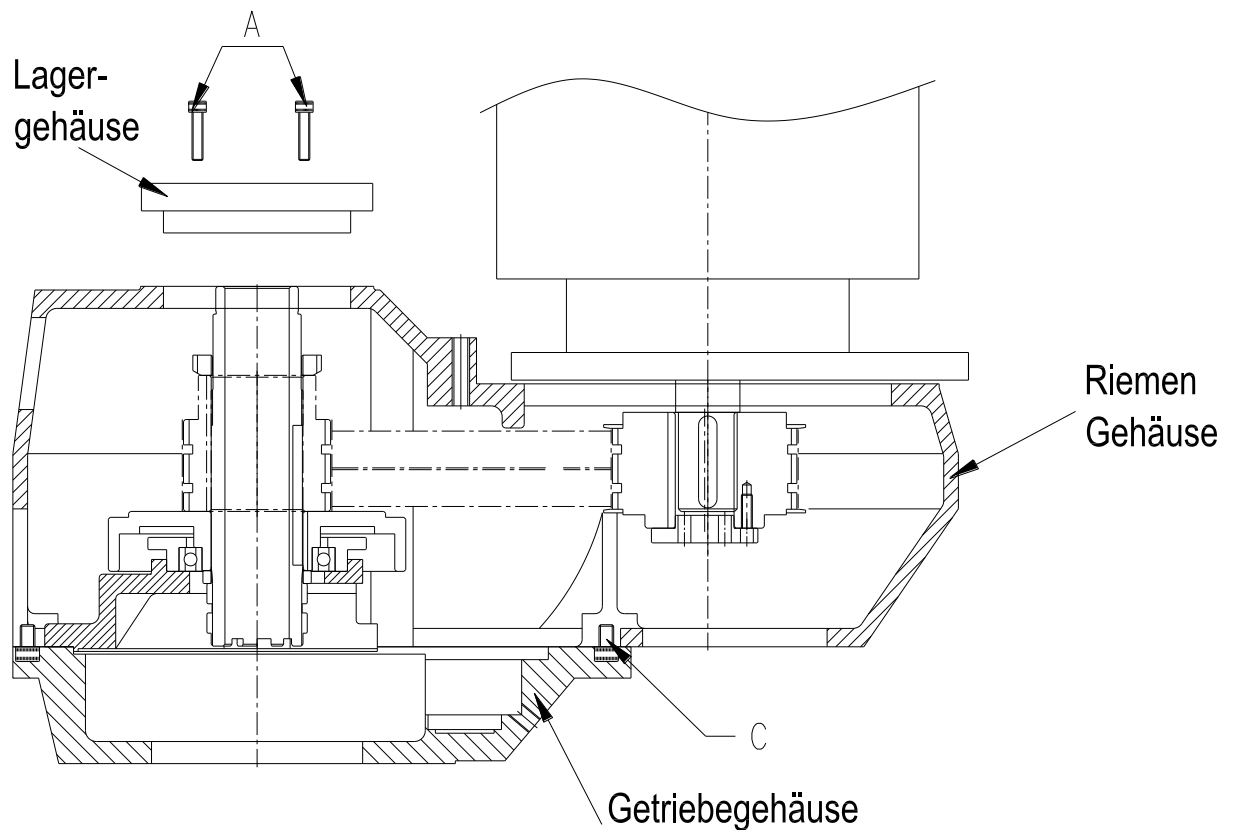

Abb. 6.8
6.10 Austausch Zahnriemen (Abb. 6.8)